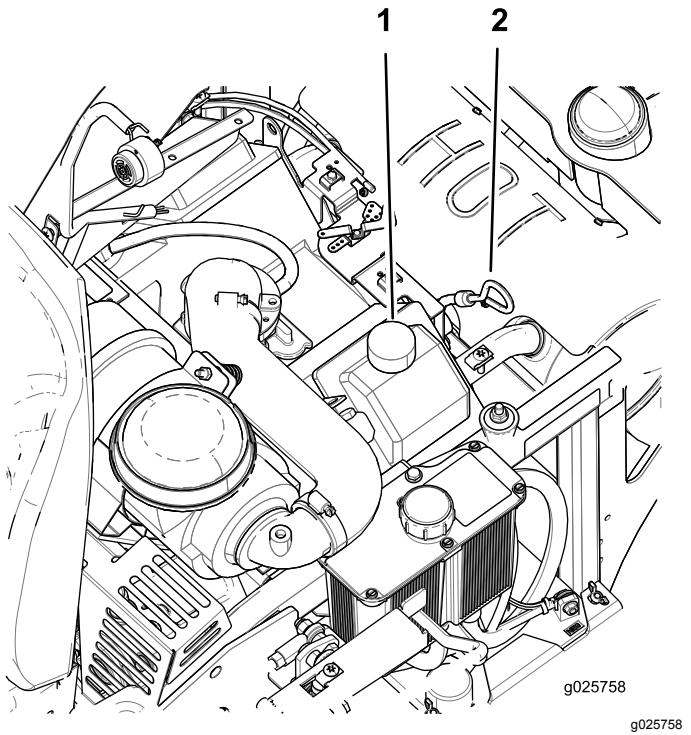

Figura 31
5. Limpie la zona alrededor de la varilla (Figura 31).
9. Si el nivel de aceite es bajo, limpíe la zona alrededor del tapón de llenado, retire el tapón y añada aceite hasta que llegue a la marca **Lleno (Full)** de la varilla (Figura 31).
4. Vierta lentamente un 80% aproximadamente del aceite especificado por el tubo de llenado, luego añada lentamente el resto del aceite hasta que llegue a la marca **Lleno (Full)** de la varilla (Figura 31).
5. Arranque el motor y conduzca hasta una zona llana. Espere 3 minutos para que el aceite se asiente en el cárter. Compruebe el nivel de aceite otra vez (Figura 31).